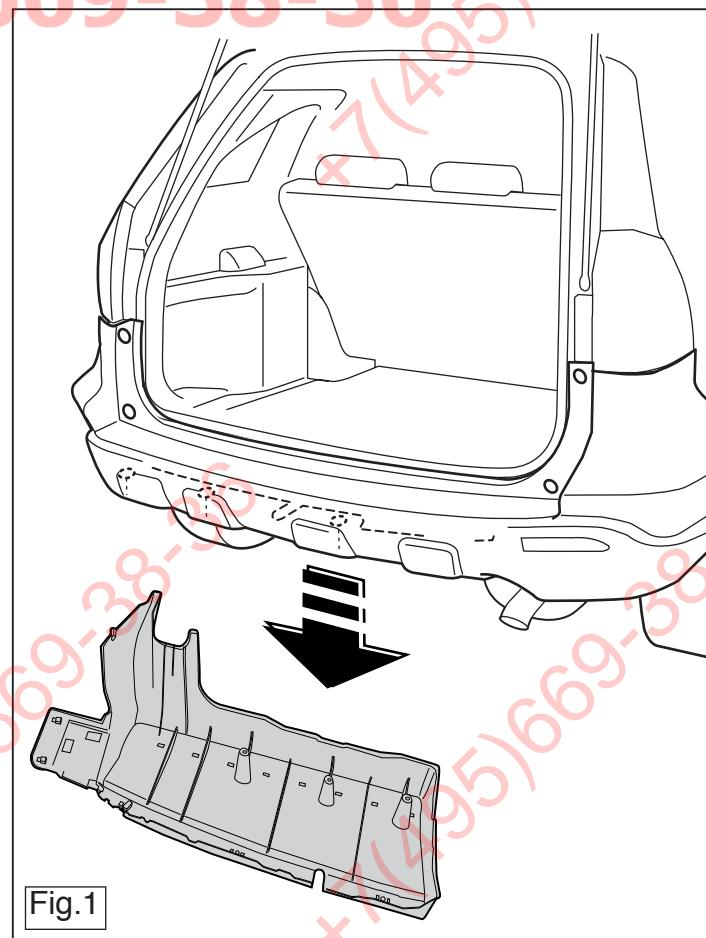

Fig.1
- * Den Kunststoffschutzkappe abmontieren. Siehe Abbildung 1.
1. Die Kunststoffschutzkappe abmontieren. Siehe Abbildung 1.
1. Demonter kunststofbeskyttelseskapperne. Se fig. 1.
1. Zdemontować kołpaki zabezpieczające wykonane z tworzywa sztucznego. Patrz rysunek 1.